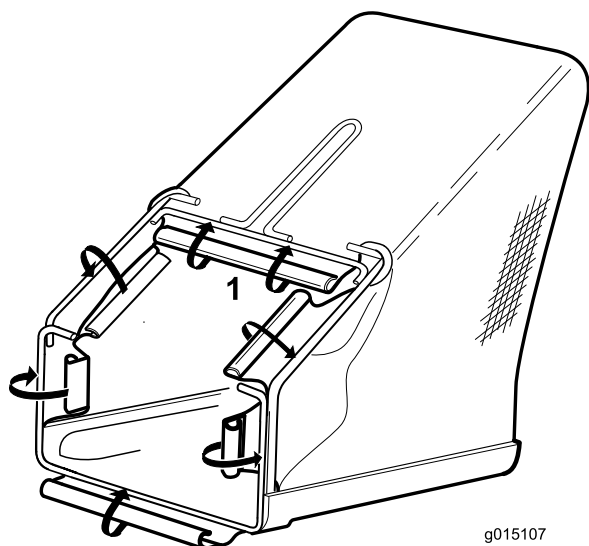

Figure 4
2. En commençant au niveau de la poignée, fixez les 6 clips en plastique du bac à l'armature (Figure 4).